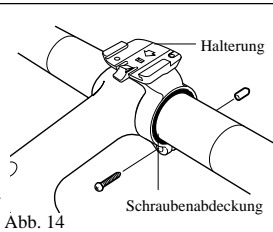

Abb. 14
- Die Halterung unter Verwendung der Gummiunterlage an der Lenkerstange befestigen (Abb. 14).